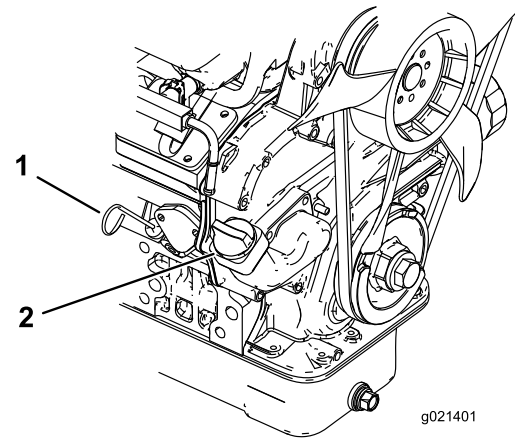

Figura 25
3. Se il livello dell'olio è basso, togliete il tappo di rifornimento (Figura 25) e versate dell'olio fino a portarne il livello alla tacca Full sull'asta.
2. Togliete l'asta di livello ed asciugatela con un panno pulito (Figura 25). Inserite l'asta nel tubo e verificate che sia inserita a fondo. Rimuovetela e controllate il livello dell'olio.